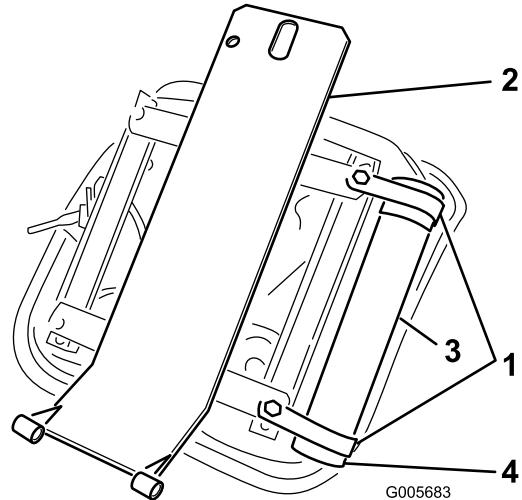

Figura 7
- Desaperte ligeiramente (2) grampos R do lado direito da parte de baixo do banco com 2 parafusos de capa e anilhas planas fornecidos no kit (Fig. 6). Instale o tubo manual nos grampos R e aperte os parafusos de capa (Figura 7).